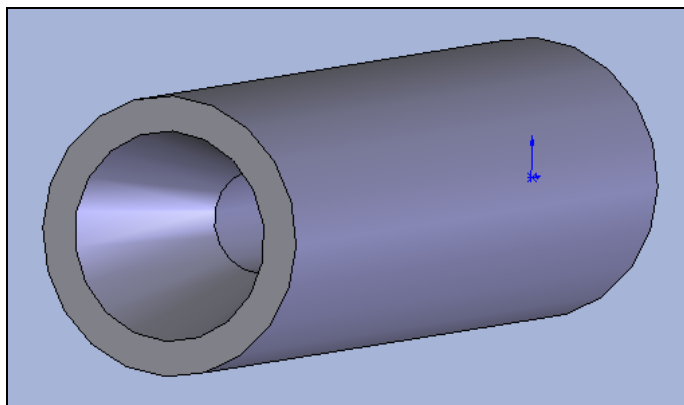

Рис. 5.1. Геометрическая модель поршневого пальца
1. Запустите программу SolidWorks, загрузите или постройте модель поршневого пальца (рис. 5.1).